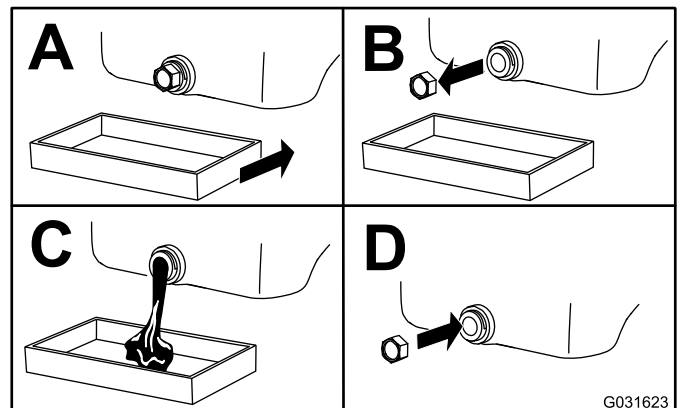

Figure 48
3. Vidangez l'huile moteur, comme montré à la Figure 48.